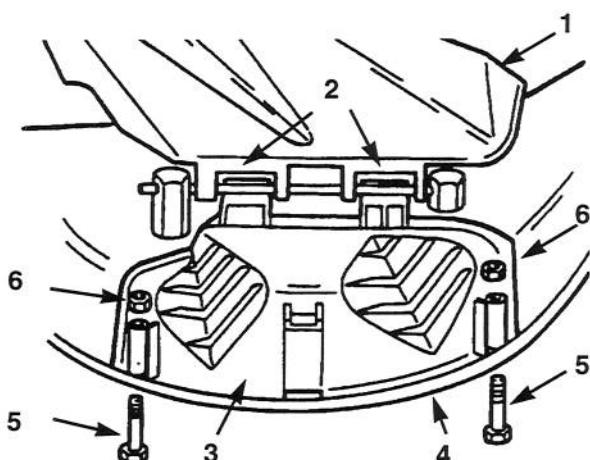

Figure 12
- Soulever le déflecteur d'herbe et engager les languettes en haut du bouclier de protection sous la tige de retenue du déflecteur. Rabattre le bouclier sur l'ouverture et sur le rebord inférieur de la tondeuse (Fig. 12).
- Fixer le bouclier sur le rebord de la tondeuse au moyen des boulons et écrous (Fig. 12).